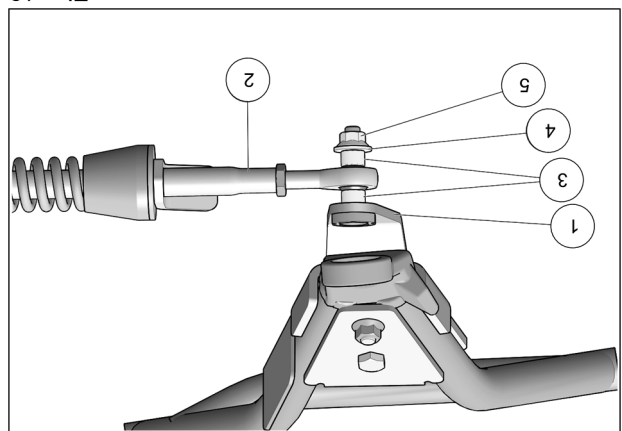

Fig. 19
9. Fixer le bras stabilisateur (2) au boulon déjà installé sur l'ancrage de suspension (1) à l'aide des deux espaces (3), de la rondelle (4) et de l'écrou autobloquant (5). Serrer à un couple de $70\text{ N}\cdot\text{m}$ [52 lb·pi]. Voir la Fig. 19